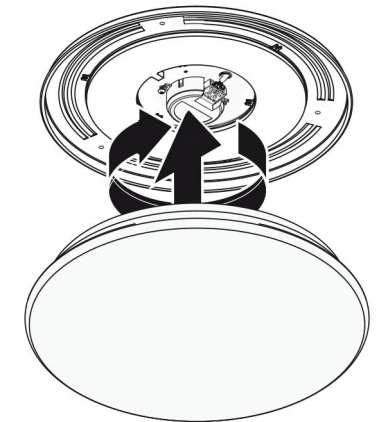

Bild 4
- Bild 4:** Die Kuppel auf die Grundplatte aufsetzen (Bajonett-Verriegelung).